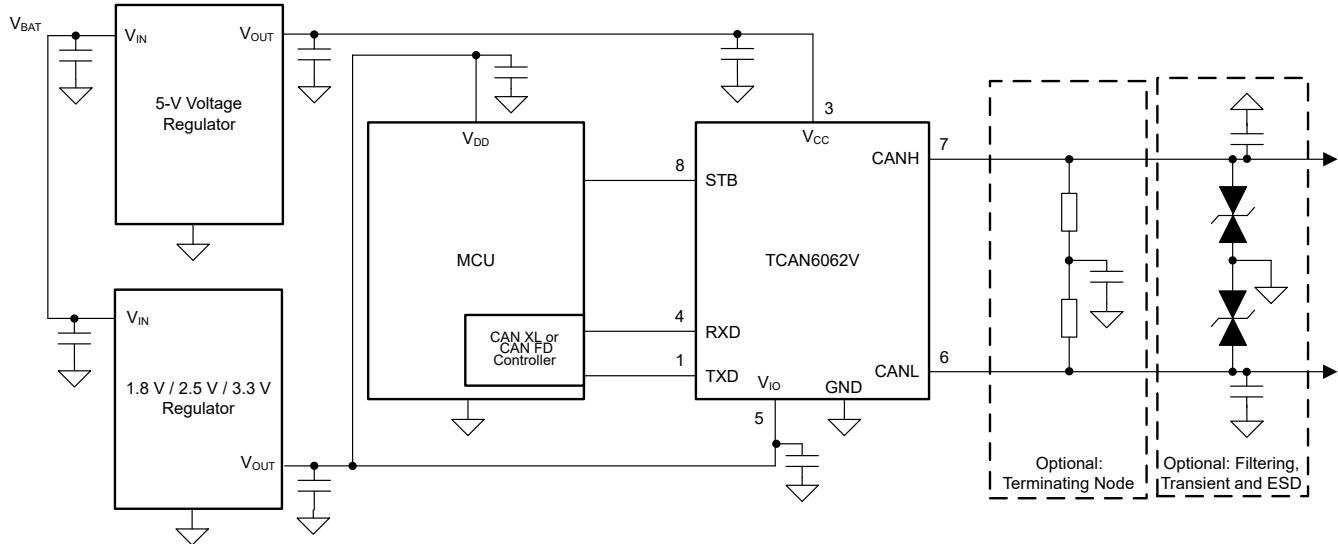

図 8-5. 1.8V、2.5V、3.3V IO 接続を使用した代表的なトランシーバ アプリケーション
TCAN6062(V) CAN トランシーバは通常、CAN プロトコルのリンク層部分を含むホスト コントローラまたは FPGA を搭載したアプリケーションで使用されます。図 8-5 に、1.8V、2.5V、または 3.3V アプリケーションを示します。バス終端を、説明のために示します。